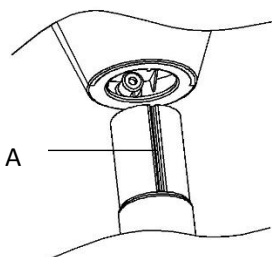

Abb.4
3. Auf die Platzierung der Kerbe und der Schraublöcher achten; den Gerätekörper auf das Standrohr setzen (siehe Abb. 4 & 5: A = Kerbe; B = Schraublöcher)